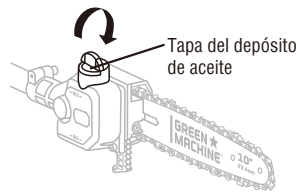

Fig.5A
2. Coloque la sierra de pértiga en posición vertical para asegurarse de que el tapón del depósito de aceite quede hacia arriba. Desenrosque el tapón del depósito de aceite y retírelo. (Fig. 5A)